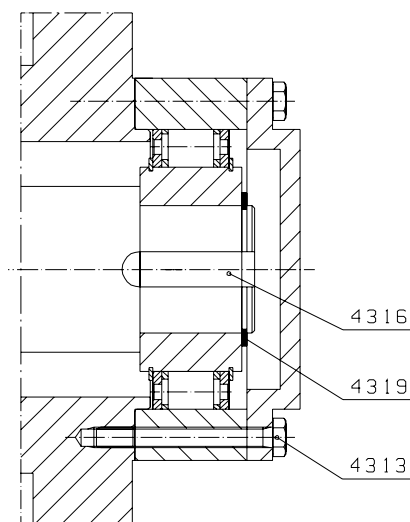

Рис. 2 Ограничители обратного хода RSCI
3.1 Ограничитель обратного хода, монтируемый сбоку зубчатого механизма (Рис. 2 и 3):